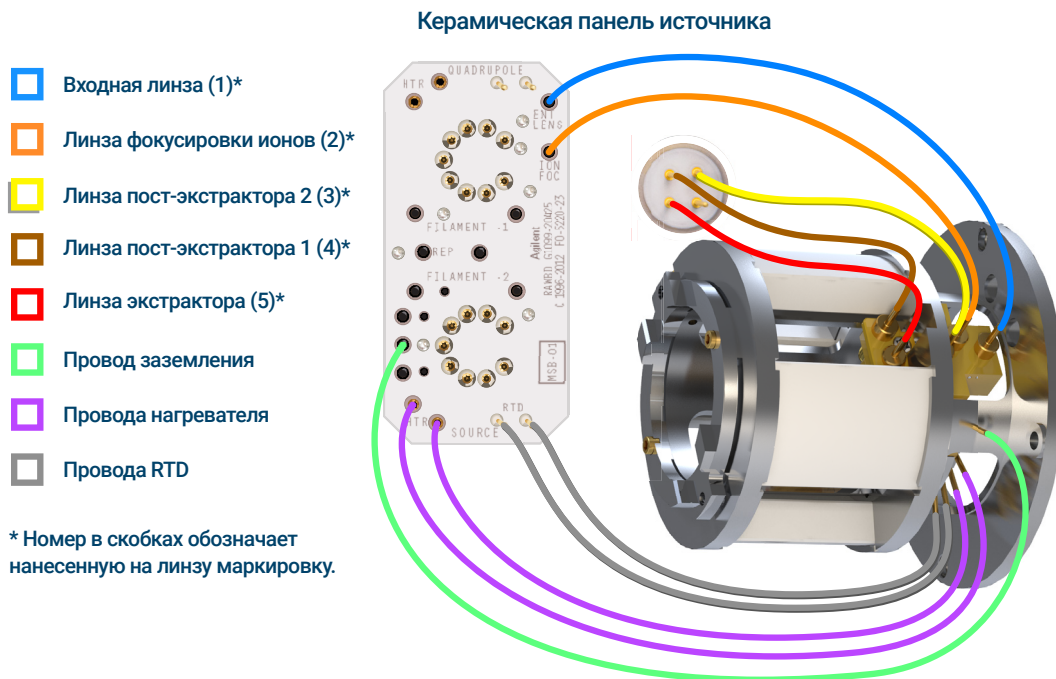

Рис. 71 Провода, соединяющие керамическую плату источника/сквозной разъем с радиатором источника ЭУ HES
- 1 С помощью пинцета или плоскогубцев подсоедините к радиатору (или отсоедините от радиатора) зеленый провод заземления и 5 проводов линз. Не сгибайте провода без необходимости. (См. **Рис. 71.**)